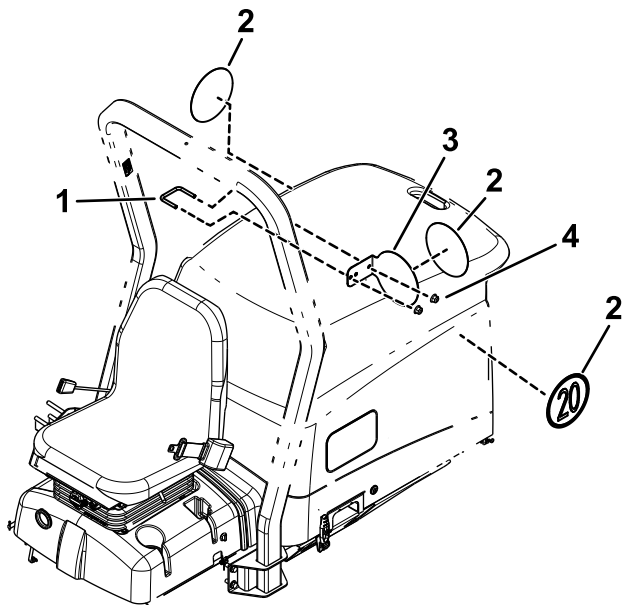

Bild 23
1. Kleben Sie ein Schild an beide Seiten der Maschine (**Bild 23**).
2. Befestigen Sie die Geschwindigkeitsplatte mit einem U-Bügel und zwei Bundmuttern ($\frac{3}{8}$ " an der linken Seite des Überrollbügels (**Bild 23**).
3. Kleben Sie ein Schild auf die Geschwindigkeitsplatte (**Bild 23**).